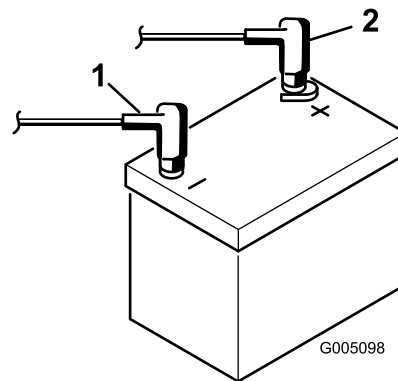

図 9
- 赤いプラスケーブルをバッテリーのプラス端子に、黒いマイナスケーブルはバッテリーのマイナス端子にはめ、ボルトとナットで固定する(図 9)。ショート防止のために端子にゴムキャップをかぶせる。